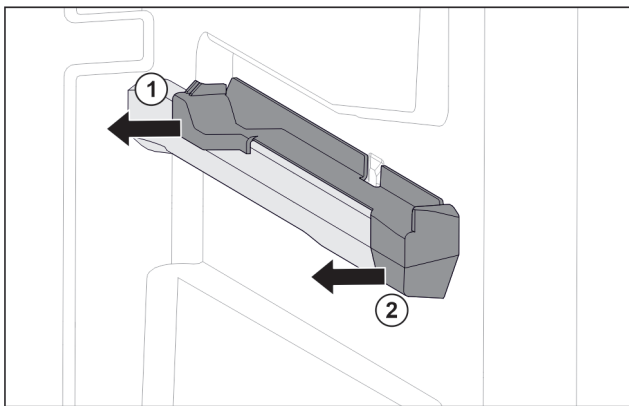

Fig. 61 Pieza de acoplamiento en la nervadura para recipientes derecha
- ▶ Retire la pieza de acoplamiento por detrás lateralmente. Fig. 61 (1)
- ▶ Retire la pieza de acoplamiento por delante lateralmente. Fig. 61 (2)